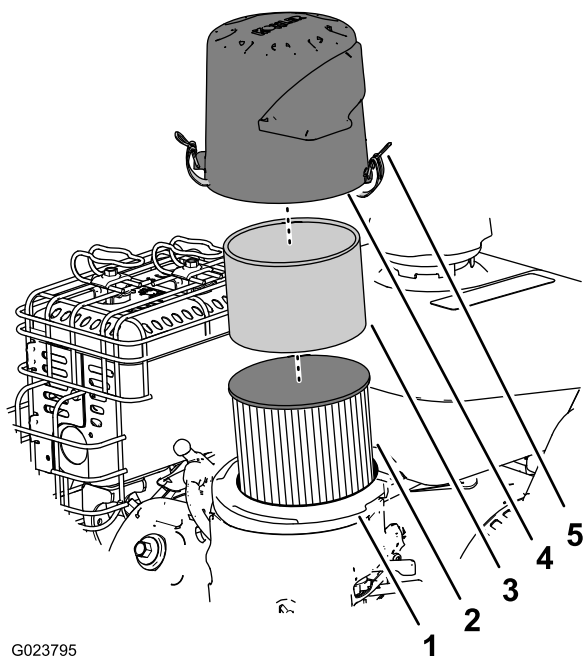

Figura 22
2. Retire la tapa y límpiela a fondo (Figura 22).
3. Retire el pre-limpiador de espuma y lávelo con un detergente suave y agua, luego séquelo apretando suavemente con un paño (Figura 22).
4. Retire e inspeccione el filtro de aire de papel (Figura 22); deséchelo si está excesivamente sucio.
6. Instale el pre-limpiador de espuma sobre el filtro de aire de papel (Figura 22).
7. Instale el filtro de aire en la base del filtro de aire (Figura 22).